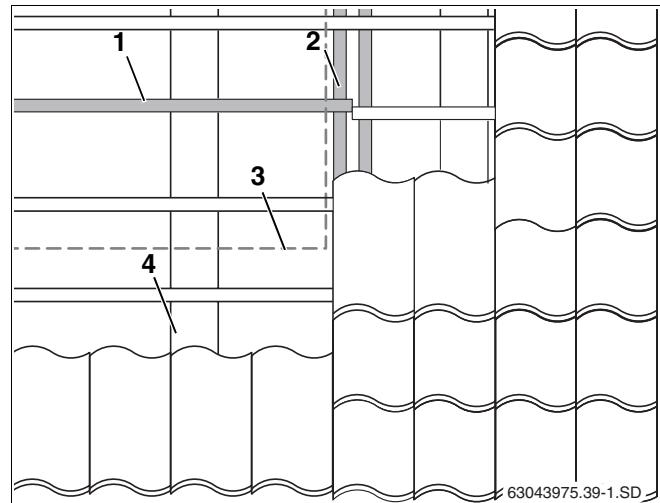

Рис. 13 Смещение обрешетки в области коллекторов
- Закрепите стыки обрешетки на стропилах или прочно соедините с имеющейся обрешеткой крыши (рис. 9, **поз. 3** и рис. 13, **поз. 2**).
Если понадобится установить дополнительную обрешетку (рис. 13, поз. 1) в зоне уже существующей, то нужно существующую обрешетку сместить в зоне поля коллектора (рис. 13, поз. 3) иочно закрепить (рис. 13, поз. 2).